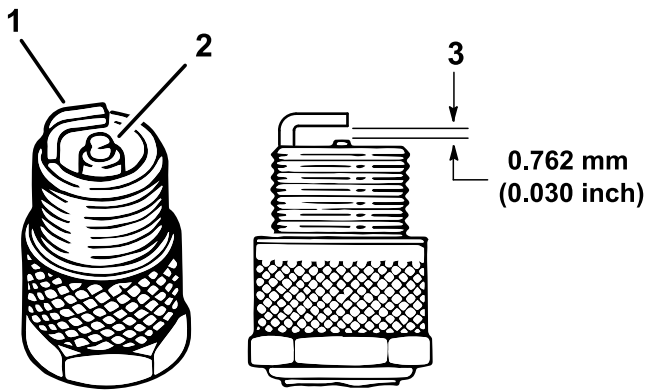

Figura 46
4. Controllate le condizioni degli elettrodi laterale e centrale, e dell'isolatore dell'elettrodo centrale, per accertare che non siano danneggiati (Figura 46).
5. Impostate la distanza tra il centro e il lato degli elettrodi a 0,762 mm, come illustrato nella Figura 46.